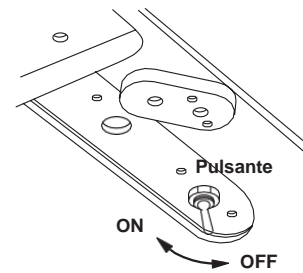

Fig.3-1 Pulsante principale e indicatore
(1) Pulsante principale (Fig.3-1)